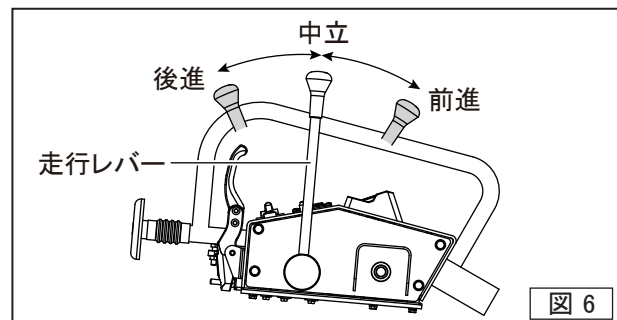

図 6
- 走行レバーが前進、後進へスムーズに作動するか、中立位置でカチッと位置決めされるか点検してください。(図6)